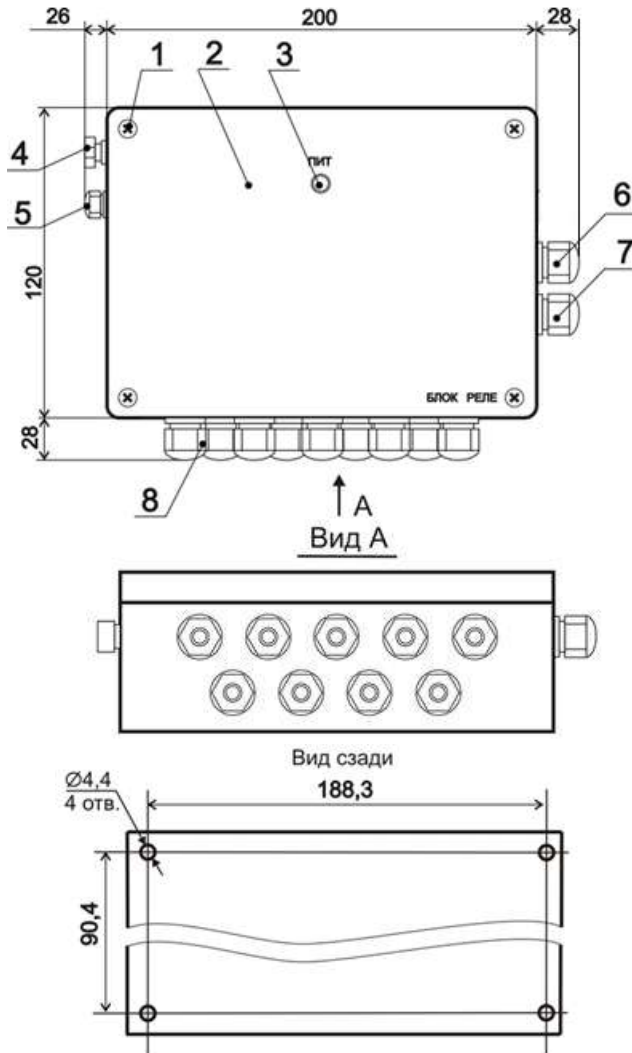

Рис. 8. Блок реле БР-1. Габаритные и установочные размеры.
1.7.2. Блок БР выполнен в пластиковом корпусе, конструкция которого предназначена для настенного монтажа. Габаритные и установочные размеры блока БР приведены на рис. 8.